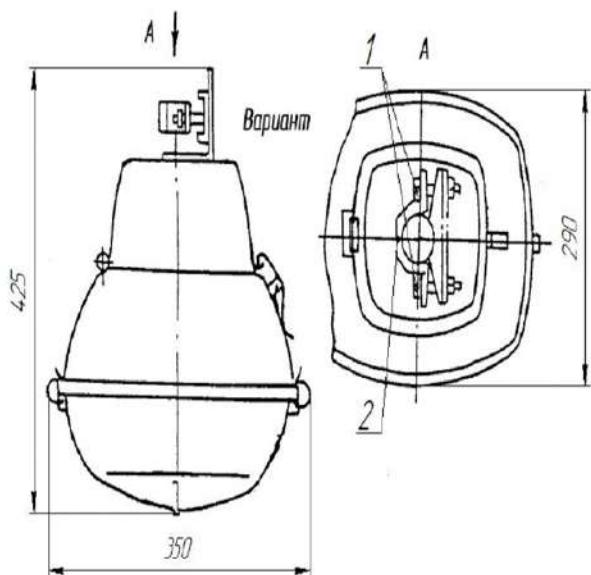

Рисунок 3 – модификация 005 – крепление на трубу
Светильники модификации 005 (рисунок 3): светильник устанавливается на трубе кронштейна опоры Ø48 мм при помощи крепежной скобы, которая закрепляется двумя болтами (1), и стопорят болтом (2), резьбовая часть которого должна войти в отверстие Ø10 мм (перед установкой необходимо просверлить на брусе отверстие Ø10 мм).